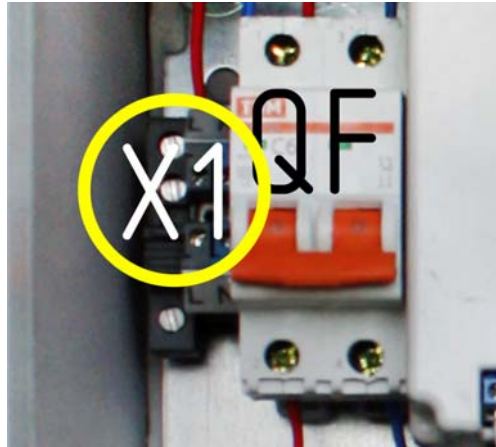

Рисунок 4.4
3. Подключить фазу (L) и ноль (N) соответственно, к клемме X1 (Рисунок 4.4).